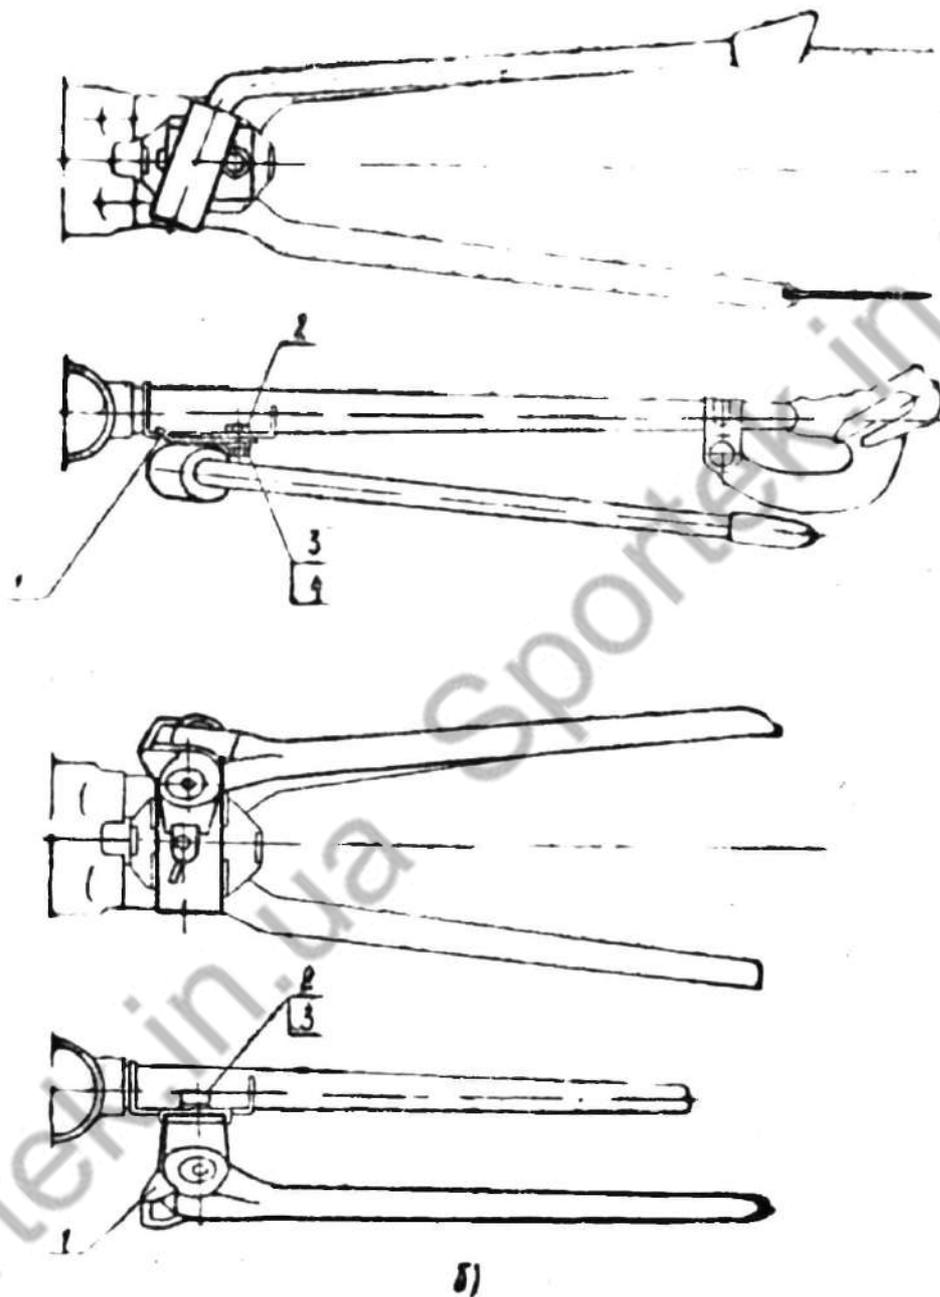

Рис. 12. Установка подставки.
Для установки стальной подставки (рис. 12а) необходимо ввести ус кронштейна (1) в прямоугольное отверстие нижнего мостика рамы, совместив отверстие кронштейна с отверстием мостика.
Для установки подставки литой из легких сплавов (рис. 12б) ее корпус (1) вставляют между отогнутых буртиков нижнего мостика рамы, обеспечив совпадение расположения резьбового отверстия подставки с отверстием в нижнем мостике рамы. На винт (2) надевают пружинную шайбу (3), вставляют его в отверстие нижнего мостика рамы и ввертывают его в резьбовое отверстие корпуса (1) подставки с достаточным крутящим моментом, исключая возможность перемещения корпуса подставки относительно мостика рамы.